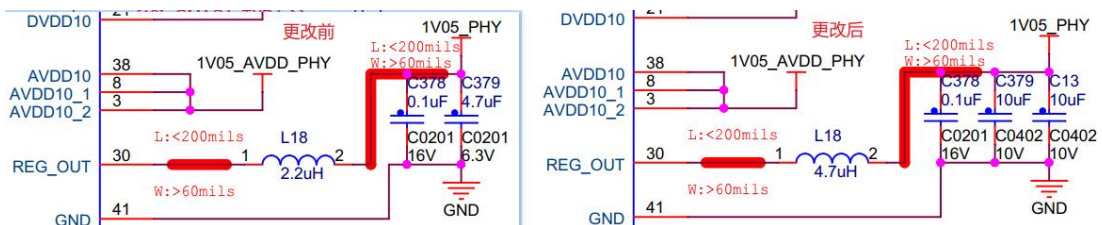

图 4
4. 网口的 L18 改成 4.7uH, 1V05_PHY 增加两个 10uF 滤波电容, 以获得更小的纹波, 增强网口的兼容性。更改前后对比如图 4 所示。